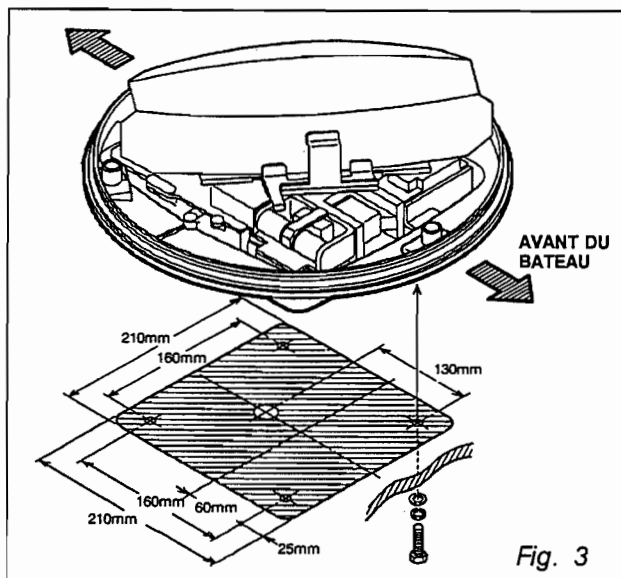

Fig. 3
3) Préparer une assise pour l'aérien, d'une épaisseur comprise entre 5 et 10 mm, qui sera placée en parallèle avec la ligne de flottaison du bateau. Comme indiqué sur les figures 3 et 4, cette assise sera percée de 4 trous diam. 12 mm pour la fixation, et d'un trou de 20 mm pour le drain caoutchouc.